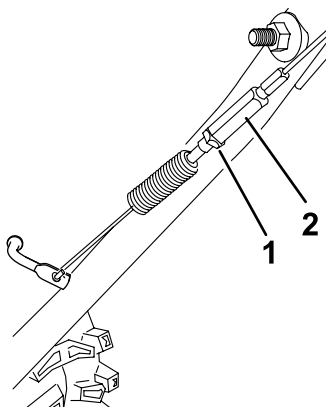

Figure 29
5. Desserrez l'écrou de blocage (Figure 29).
6. Desserrez ou serrez le tendeur pour régler la tension du câble (Figure 29).